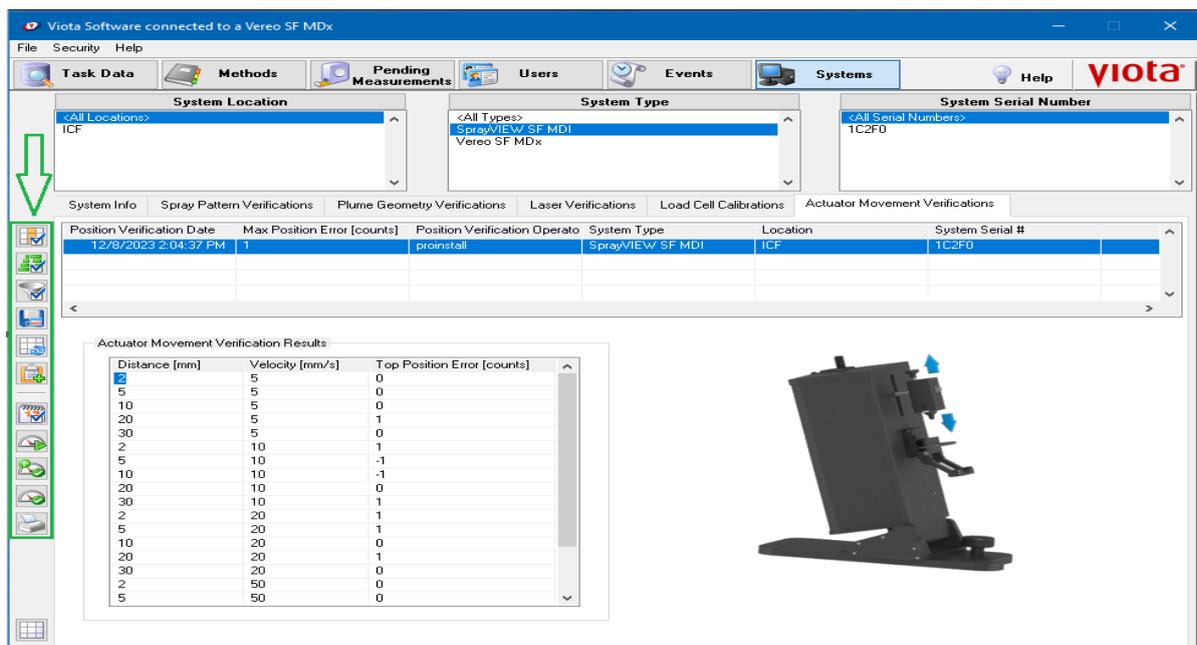

Figura 45: Guia de verificação de movimento do atuador. Visualização de aprovações da verificação do movimento de atuador.
- Clique no botão *Show Only Approved Actuator Movement Verifications* para ver apenas o atuador aprovado, conforme Figura 45.
- Clique no botão *Hide Approved Actuator Movement Verifications* para ocultar o movimento aprovado do atuador, conforme Figura 45.
- Clique no botão *Show All Actuator Movement Verifications* para mostrar todas as verificações de movimento do atuador, conforme Figura 45.
d) Imprima um relatório de resultados do movimento do atuador com o modo gráfico/tabular dividido selecionado, clique no registro da tarefa e em seguida clique no botão *Printing Report* na aba contendo uma impressora conforme Figura 45. O relatório gerado no formato PDF inclui todas as informações relevantes do sistema e do usuário (por exemplo, nome de usuário, número(s) de série/produto), os resultados de todas as métricas testadas com base no atuador específico do sistema (incluindo os limites dos critérios de aceitação) e o status do teste (por exemplo, aprovado ou reprovado).